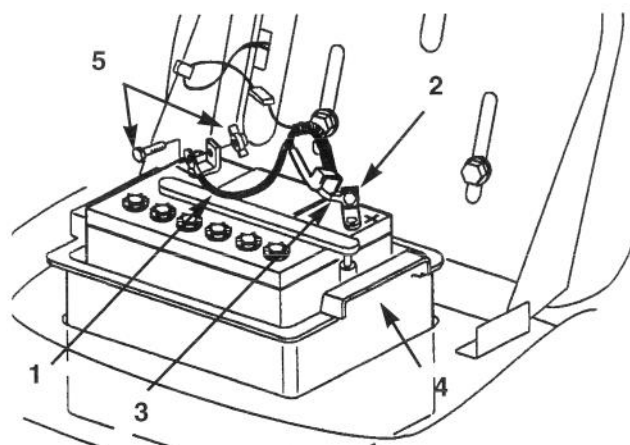

Figure 19
3. Débrancher le câble négatif (noir) de masse de la borne de la batterie (Fig. 19).
4. Repousser la gaine en caoutchouc le long du câble positif (rouge) et débrancher le câble de la borne de la batterie (Fig. 19).
3. A l'aide du boulon et de l'écrou papillon, connecter le câble positif (rouge) à la borne positive (+) de la batterie (Fig. 19). Glisser la gaine en caoutchouc sur la borne.
4. A l'aide du boulon et de l'écrou papillon, connecter le câble négatif (noir) à la borne négative (-) de la batterie (Fig. 19).